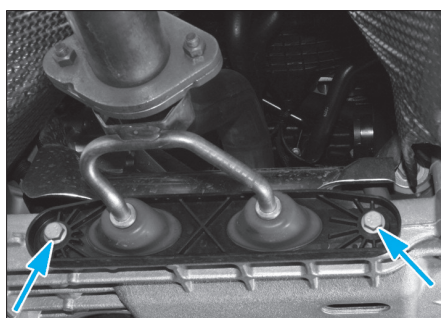

Fig. 15
- le support d'échappement (flèches) du berceau (Fig.15),